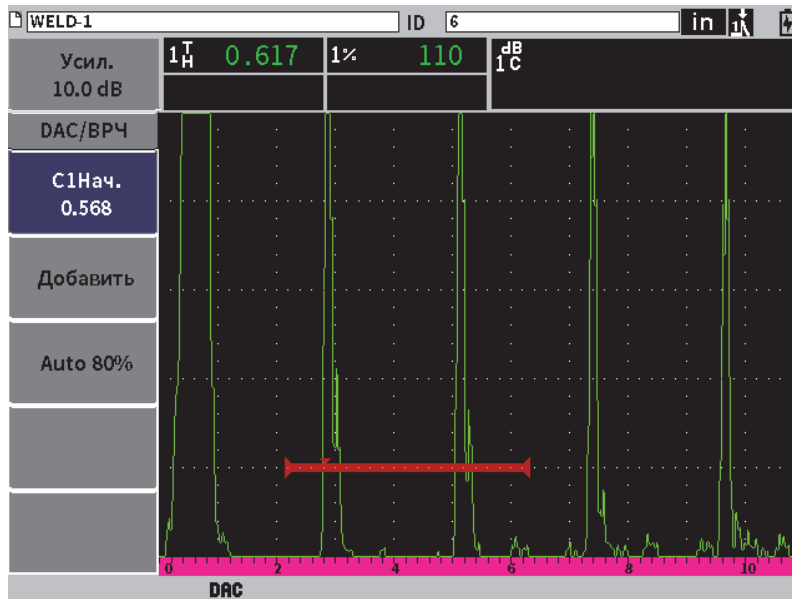

Рис. 11-3 Боковое меню DAC/ВРЧ
3. Поочередно нажмите клавиши Shift и Tab, чтобы вернуться к экрану А-скан. Подменю DAC/ВРЧ должно появиться на экране (см. Рис. 11-3 на стр 181). Если подменю не отображается, выполните следующее: